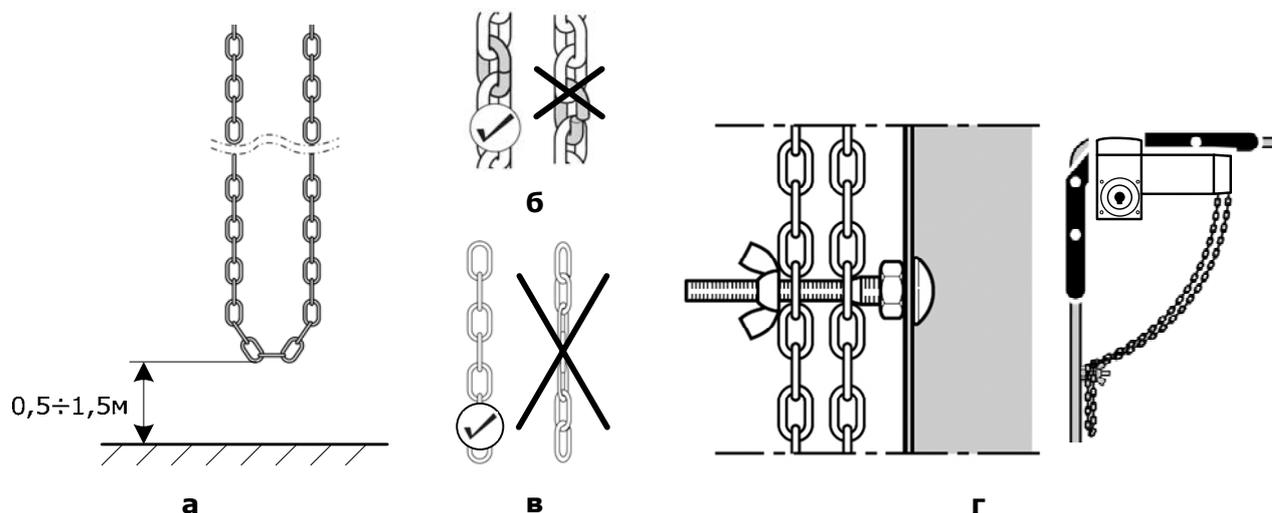

Рис. 3. Условия правильного функционирования цепи аварийного ручного управления
- Край цепи аварийного ручного управления в собранном состоянии должен находиться на высоте 0,5 ÷ 1,5 метра (Рис. 3а). При необходимости удлините или укоротите цепь.
- Концы аварийной ручной цепи должны быть соединены друг с другом. Кромки соединительного звена цепи должны располагаться точно друг над другом (Рис. 3б).
- Аварийная ручная цепь ни в коем случае не должна быть перекручена (Рис. 3в), так как в противном случае могут возникнуть неисправности в работе узла аварийного управления.
- Во избежание при движении ворот защемления цепи ручного управления, а также, чтобы не создавать помех движению людей и оборудования, нижняя часть цепи должна быть зафиксирована (Рис. 3г). Цепь должна свисать свободно, не должна быть натянута.